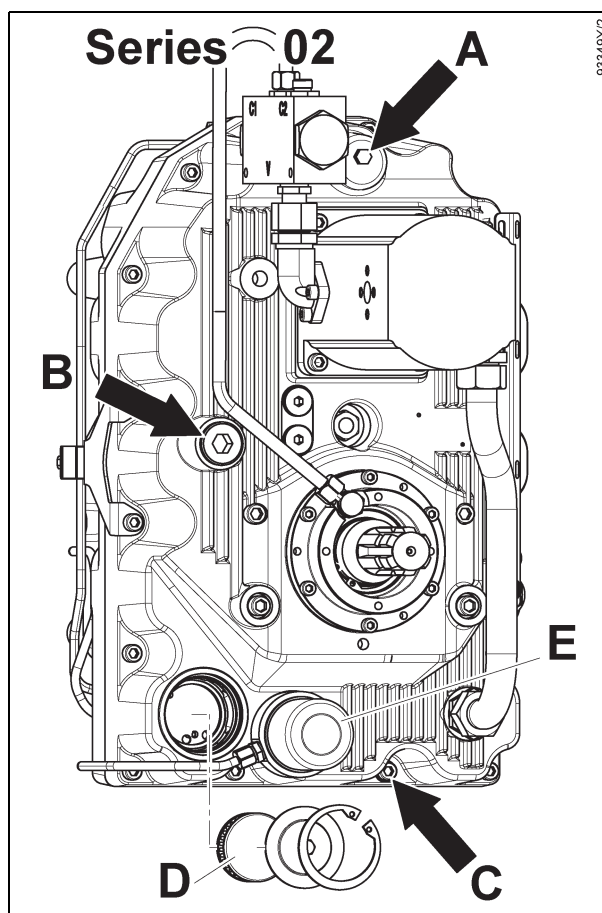

Fig. 6-2
- Byt ut den externa filterkassetten (E) del # 94697 vid varje oljebytesintervall (Fig. 6-2).